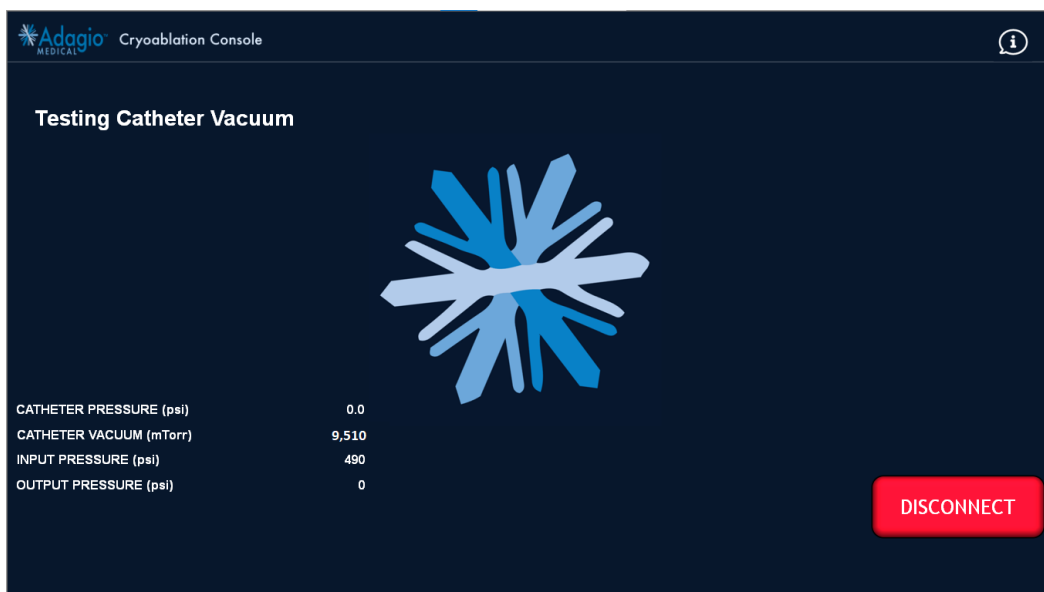
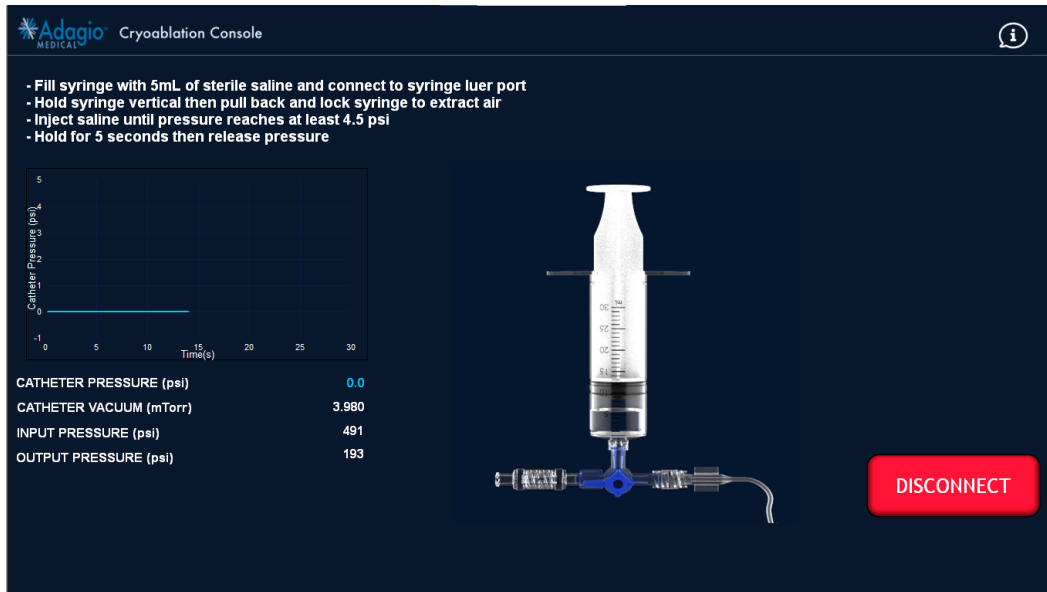
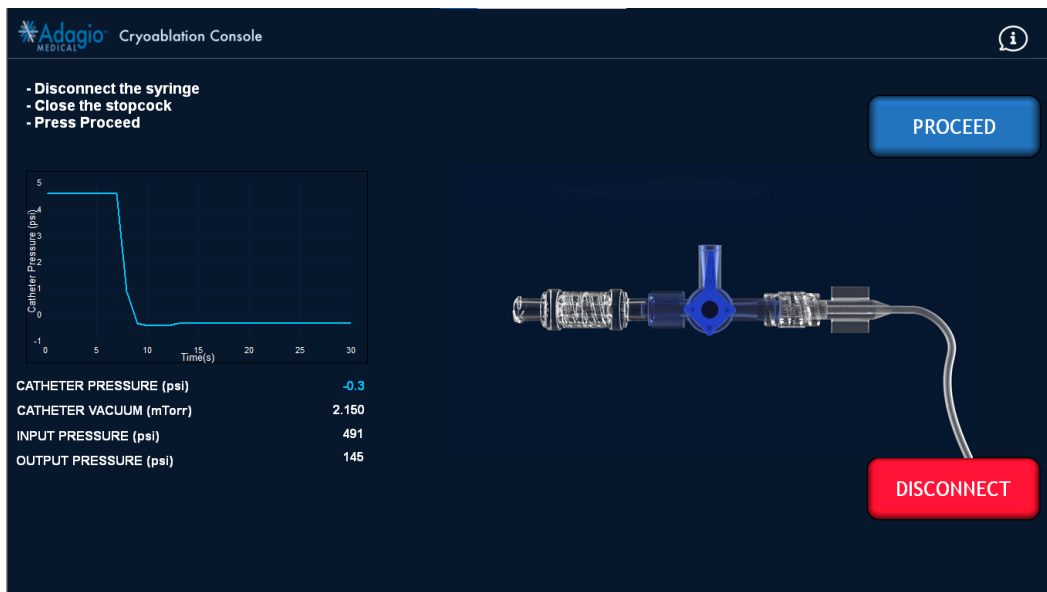

Abbildung 31 – Bildschirmanzeige: Test des Katheter-Vakuums
Abbildung 34 – Bildschirmanzeige: Einspritzen von steriler Kochsalzlösung
Abbildung 35 – Bildschirmanzeige: Schließen des Hahns
8. Nach erfolgreichem Anschluss des Katheters beginnt die Konsole automatisch mit dem Test des Katheter-Vakuums (Abbildung 31). Verläuft der Katheter-Vakuumtest erfolgreich, fordert die Konsole automatisch zum Spülen des Katheters auf, wie in Abbildung 34 gezeigt.
9. Zum Spülen des Katheters sterile Kochsalzlösung einspritzen, wie auf dem Bildschirm (Abbildung 34) gezeigt. Das Einspritzverfahren ist der Gebrauchsanweisung des Katheters zu entnehmen. Nachdem Kochsalzlösung in den Katheter eingespritzt wurde, die Spritze trennen und auf die Schaltfläche „PROCEED“ (Weiter) drücken.
10. Nach Auswahl von „PROCEED“ (Weiter) auf dem in Abbildung 34 dargestellten Bildschirm den angezeigten Katheterdruck überwachen. Die in der Animation gezeigte Vorgehensweise befolgen (Abbildung 35), um den Hahn zu schließen; dann auf „PROCEED“ (Weiter) drücken, um die Katheter-Selbsttests einzuleiten.